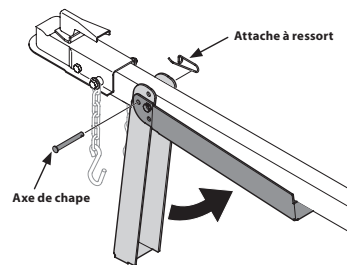

Figure 17
3. Tenez l'attache et faites pivoter la patte basculante vers le timon. Voir Figure 17.
4. Fixez la patte basculante avec l'agrafe à ressort et l'axe de chape retirés à l'étape 2. Voir Figure 17.